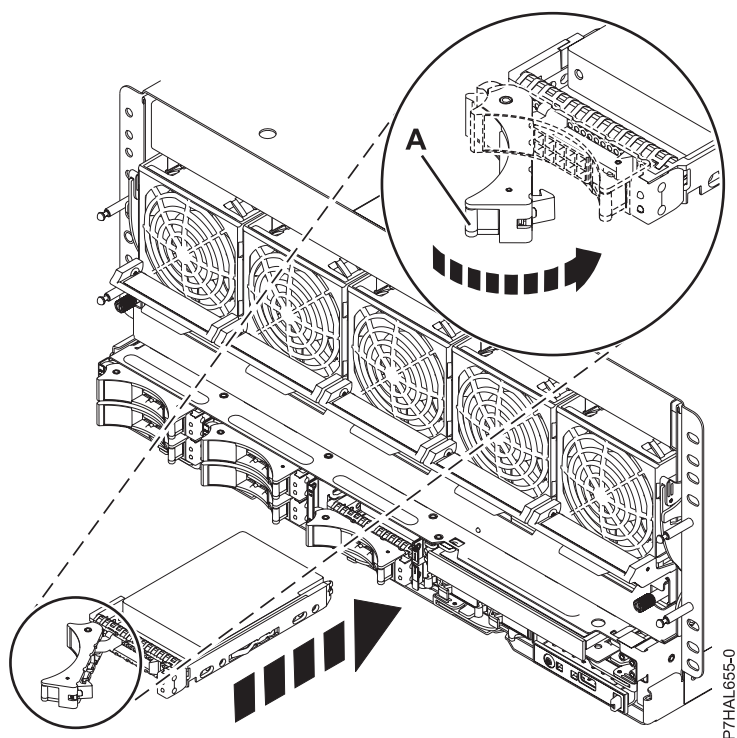

Figure 6. Installation de l'unité dans l'unité centrale
7. Lorsque le voyant d'identification clignote, faites glisser complètement l'unité dans l'unité centrale ou l'unité d'extension, et poussez complètement la poignée (A) de l'unité jusqu'à ce qu'elle se verrouille. Voir la figure 6, à la page 14 illustrant l'installation d'une unité dans le système.